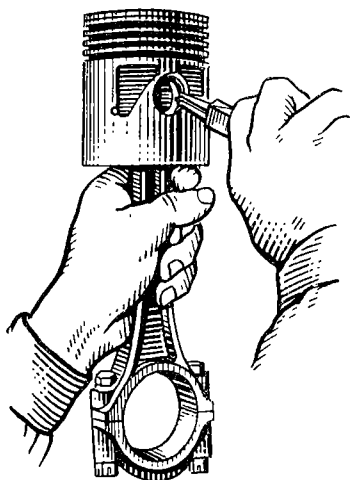

Рис. 59. Снятие стопорного кольца поршневого пальца
6. Снять стопорные кольца поршневого пальца (рис. 59).